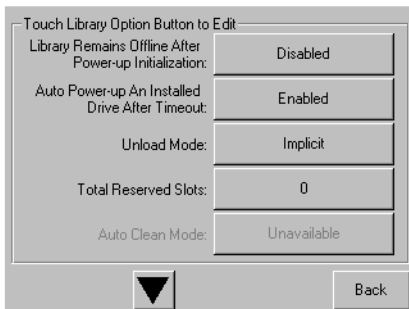

Figura 3-6. Schermata degli slot riservati totali
2. Dalla schermata di opzioni Library (Libreria), premere ▼ per scorrere le schermate fino a raggiungere la schermata contenente l'opzione Total Reserved Slots (Slot riservati totali) (vedere la Figura 3-6).